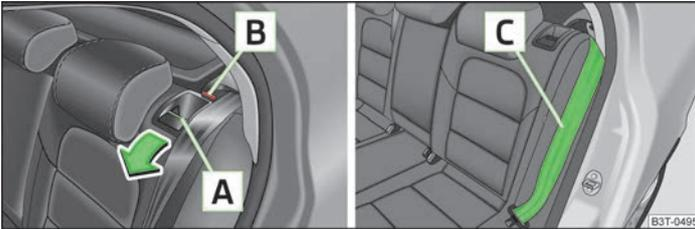

Abb. 60 Sitzlehne entriegeln / Sitzlehne verriegeln
- › Durch Drücken des Entriegelungsgriffs **A** » Abb. 60 die Sitzlehne entriegeln und ganz vorklappen.
- › Den hinteren äußeren Sicherheitsgurt **C** » Abb. 60 hinter die Kante der Seitenverkleidung legen.